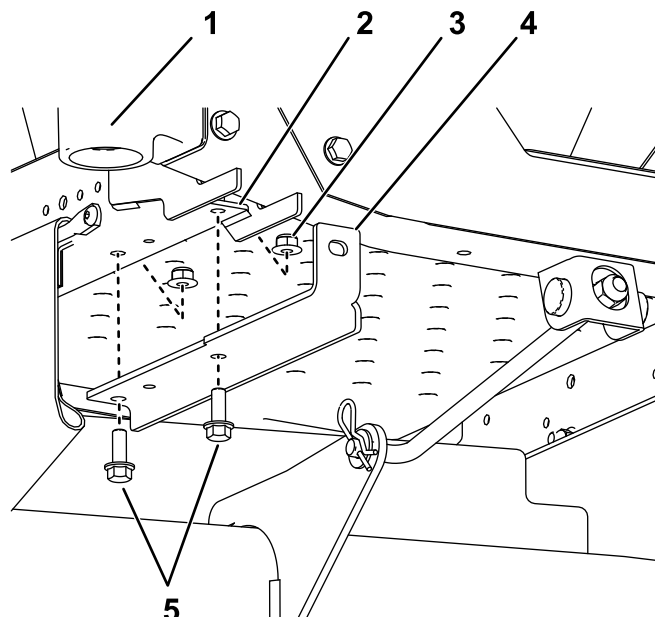

Figura 3
1. Instale os suportes de montagem do peso no lado inferior da estrutura utilizando dois parafusos ( $\frac{3}{8}$  pol. x 1 pol.) e duas porcas de bloqueio ( $\frac{3}{8}$  pol.) como se mostra na Figura 3.